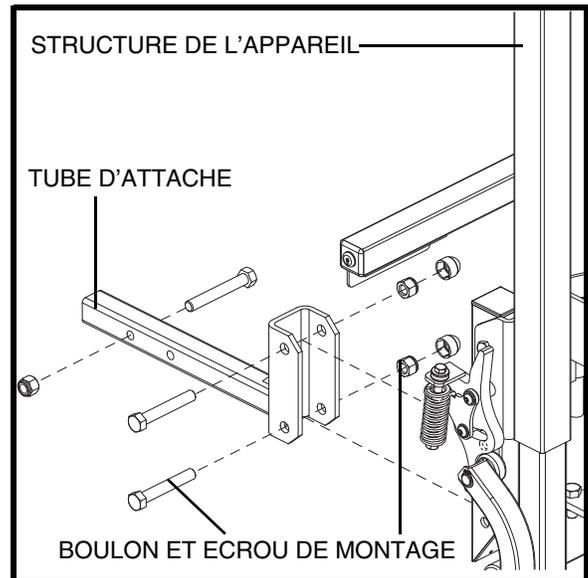

Figure 5. Ensemble du tube d'attache
2. Installez le tube sur l'appareil de levage et fixez-le à l'aide des éléments de fixation que vous avez démontés auparavant. **Voir la figure 5.**